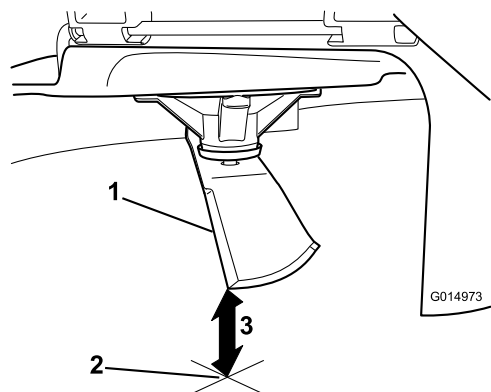

Figura 92
5. Mida desde la punta de la cuchilla hasta la superficie plana (**Figura 92**).